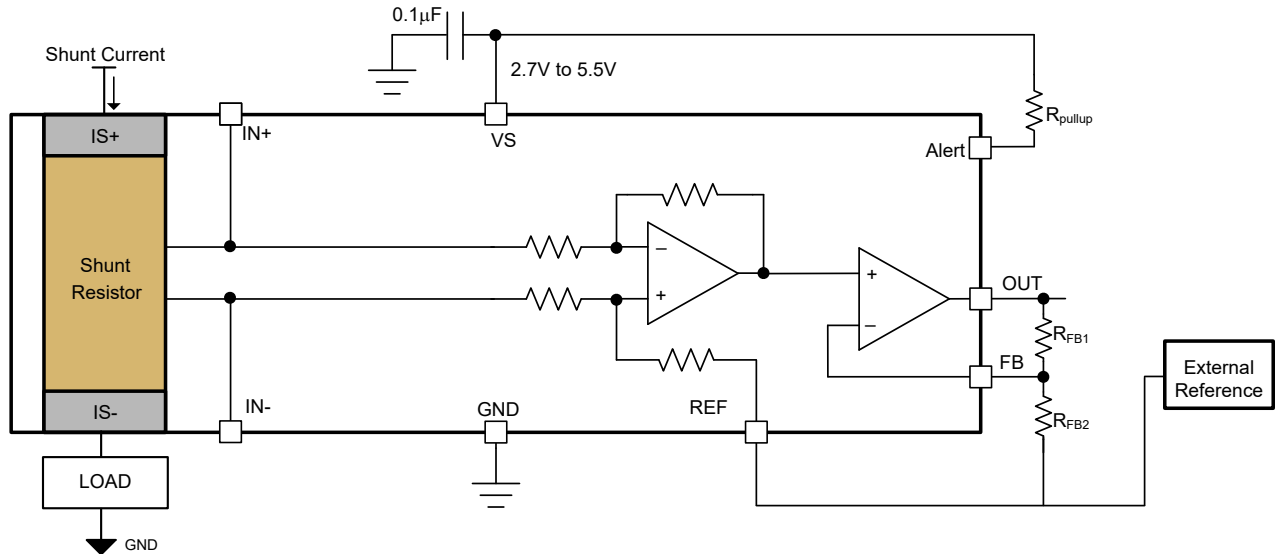

図 6-7. 外部抵抗分割器による調整可能なゲイン設定
INA751x は、2 つの外付け抵抗ネットワークでゲインを調整可能です。デフォルトのゲインは 40mV/A であり、外付けの可変ゲイン抵抗ネットワークを追加することで、総ゲイン (G) は最大 800mV/A の範囲に対応できます。図 6-7 に、外付けゲインを追加するように構成された 2 つの外付け抵抗 R_{FB1} および R_{FB2} を示します。式 2 は外部可変ゲインの計算に使用でき、式 3 は外付け可変ゲインでのシステムの合計ゲインを示します。リファレンスピンによる出力の調整に示すように、REF ピンと抵抗 R_{FB2} の一方の端は、OUT ピンで必要な電圧に基づいて、外部リファレンスに接続されています。